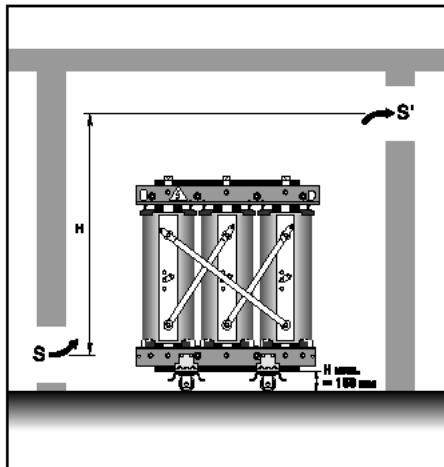

Рис.1.
Интенсивность вентиляции должна увеличиваться в зависимости от разницы в высоте (H) (рис. 1) между тепловой осью трансформатора и центром выходного отверстия.